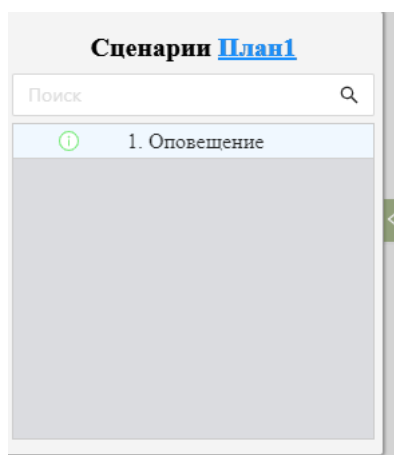

Рисунок 9.185 – Виджет «Сценарии» в «Оперативная задача»
3) **рабочая область** – отображает все планы системы и состояния устройств на них, имеет виджет с информацией о сценариях для каждого плана. Виджет представлен в соответствии с рисунком Рисунок 9.185.